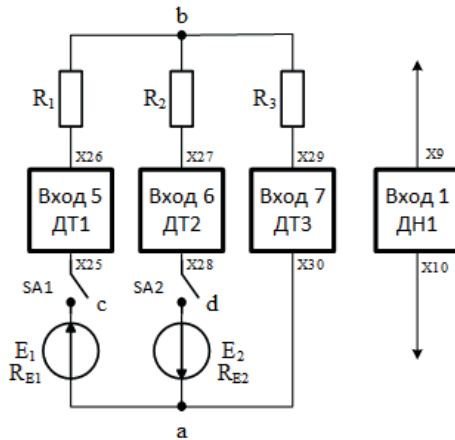

Рис.2
Применение данного метода состоит из двух этапов. На первом этапе определяется величина узлового напряжения  $U_{ba}$  (рис. 2.):
3.1 Собрать электрическую цепь по схеме на рис. 2. Для измерения токов использовать входы 5, 6, 7 модуля ввода-вывода (гнезда X25 и X26, X27 и X28 соответственно). Для измерения напряжения использовать вход 1 модуля ввода-вывода на пределе 30 В (гнезда X9 и X10). В качестве источников электропитания  $E_1$  и  $E_2$  использовать источники постоянного напряжения +15В и -15В соответственно. Предъявить цепь для проверки преподавателю.